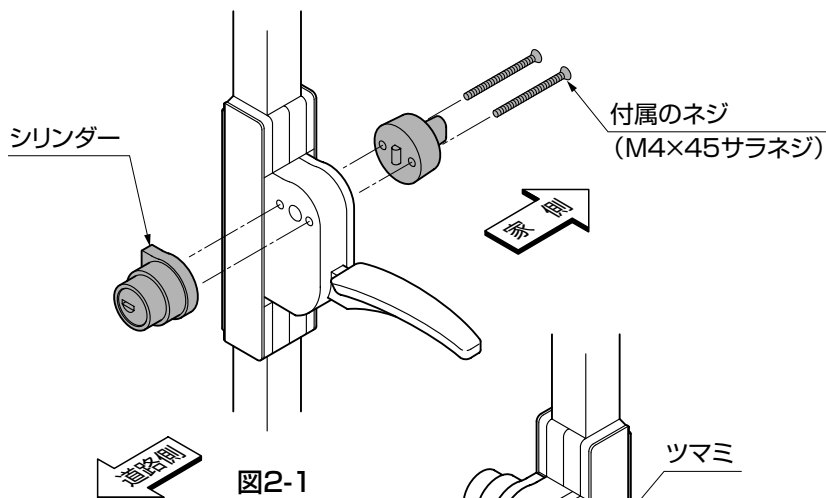

図2-1
- ①シリンダーを仮止めしているネジを外し、道路側にシリンダーがくるように外したネジで取付けてください。(図2-1参照)